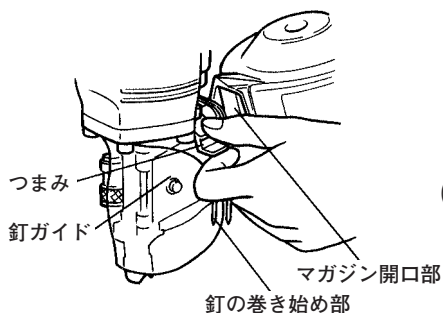

図 8
(2) 釘ガイド内に釘を装てんする
- 釘ガイドとつまみに指をかけ、つまみを下へ押し、そのまま左へ開きます。（図8）